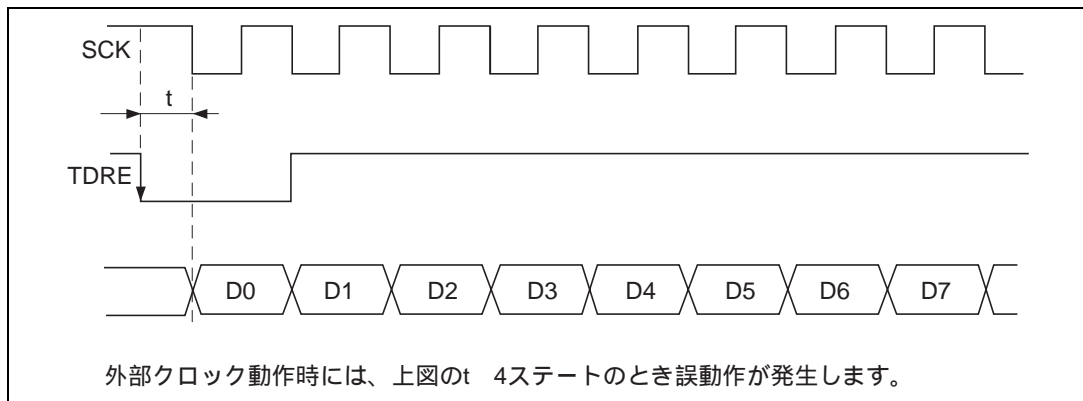

図 13.22 DMAC によるクロック同期式送信時の例
(7) DMAC の使用上の注意事項
同期クロックに外部クロックソースを使用する場合、DMAC による TDR の更新後、システムクロック (CK) で 5 クロック以上経過した後に、送信クロックを入力してください。TDR の更新後 4 ステート以内に送信クロックを入力すると、誤動作することがあります。(図 13.22)